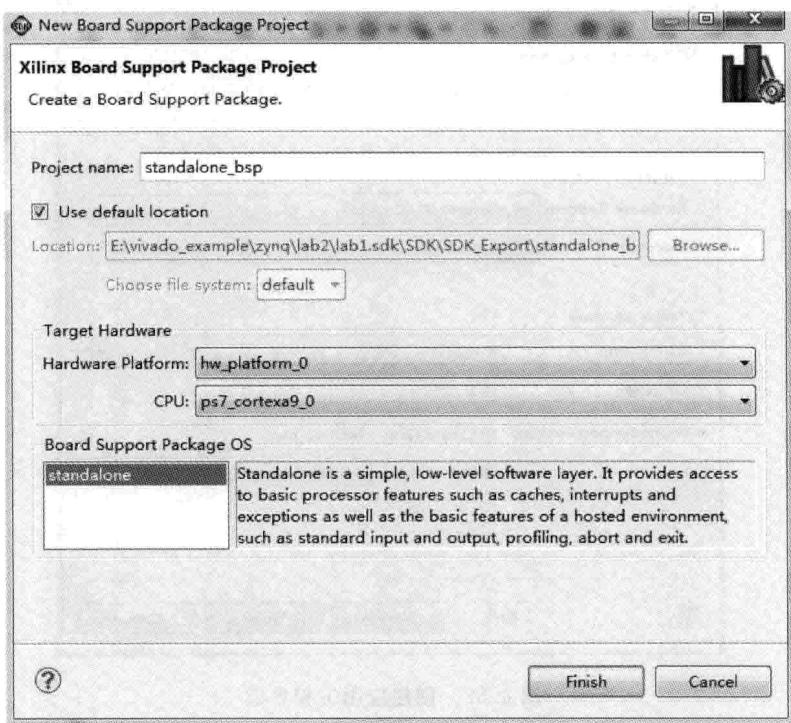

图 4.51 创建 BSP 界面
- (1) 在 SDK 主界面左侧的 Project Explorer 窗口下，分别选中 mem\_test 和 mem\_test\_bsp。单击右键，出现浮动菜单。在浮动菜单内，选择 Delete(该操作将删除前面生成的应用工程)。
- (2) 出现 Delete Resources 对话框界面。在该界面选中 Delete project contents on disk(cannot be undone)前面的复选框(表示彻底删除这两个工程)。
- (3) 单击 OK 按钮。
- (4) 在 SDK 主界面主菜单下，选择 File→New→Board Support Package。
- (5) 如图 4.51 所示，出现 New Board Support Package Project 对话框界面。在该界面中，将 Project name 后面的名字改为 standalone\_bsp。
- (6) 单击 Finish 按钮。
- (7) 出现 Board Support Package Settings 对话框界面。
- (8) 单击 OK 按钮。
- (9) 自动编译 BSP 工程。
- (10) 在 SDK 主界面主菜单下，选择 File→New→Application Project。